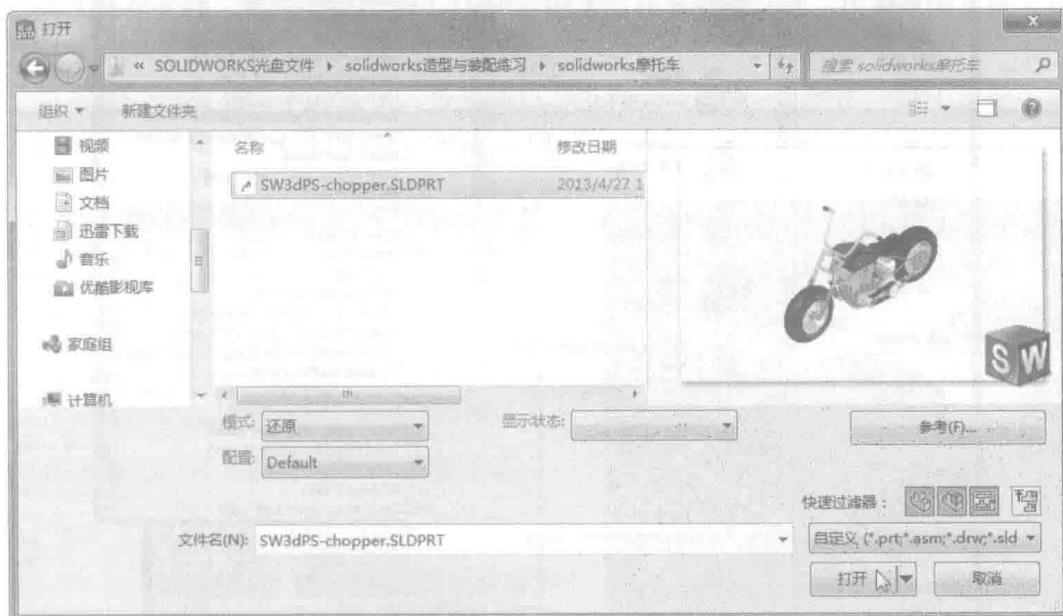

图 1-7 【打开】对话框
- 03 在【标准】工具栏中单击【打开】按钮 ，弹出【打开】对话框。在对话框中勾选【缩略图】复选框，找到文件所在的文件夹，通过预览功能选择要打开的文件，然后单击【打开】按钮可打开文件，如图 1-7 所示。